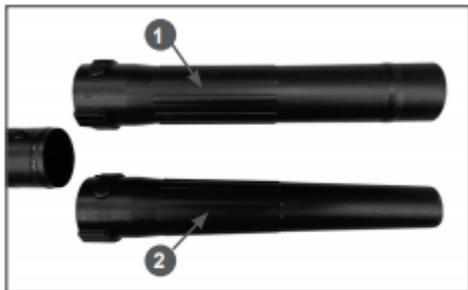

Рис. 8 Трубы напорные «С1» и «С2»
12. В зависимости от типа выполняемой работы, установите трубу напорную «С1» для работы на свободном пространстве или «С2» для работы в узких местах и углах (Рис. 8). Установка трубы аналогична процессу установки трубы напорной «В».